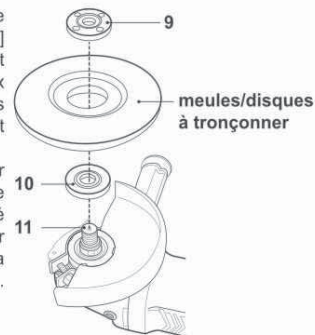

Fig. 12
- > Placez la meule/disque à tronçonner [15, 16] sur la broche, avec l'étiquette orientée vers l'appareil. Le trou situé sur le disque doit se positionner sur la broche et s'ajuster exactement à la partie saillante de la contre-bride [10]. (Fig. 12)